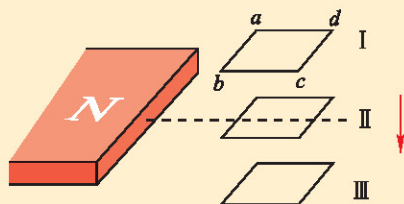

图1-5-5
3. 如图1-5-5所示, 一水平放置的矩形线圈  $abcd$  在磁体  $N$  极附近竖直下落, 保持  $bc$  边在纸外,  $ad$  边在纸内, 由图中的位置 I 经过位置 II 到位置 III, 这三个位置靠得很近. 在这个过程中, 线圈中感应电流的方向 ( )